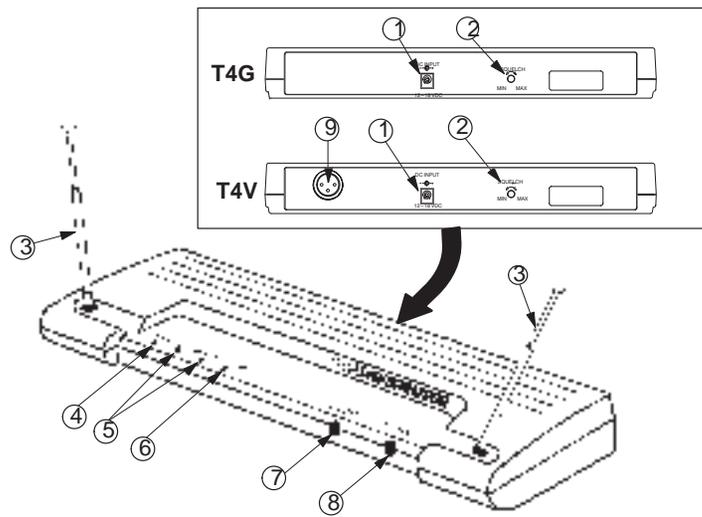

ABBILDUNG 5
#### T4-DIVERSITY-EMPFÄNGER-FEATURES (ABBILDUNG 5)
4. Setzen Sie eine frische 9-V-Alkali-Batterie ein, wie in Abbildung 5 gezeigt (Duracell MN1604 o.ä., 1 ist beigefügt). Eine frische 9-V-Alkali-Batterie ergibt eine Betriebszeit von etwa 18 Stunden, ein vollgeladener 8,4-NiCad-Akku hingegen nur etwa 2 Stunden. Wenn die rote LOW BATTERY-LED zu leuchten beginnt, verbleibt Ihnen noch eine restliche Betriebszeit von ca. 1 Stunde oder weniger. Wechseln Sie die Batterie bei erster Gelegenheit.